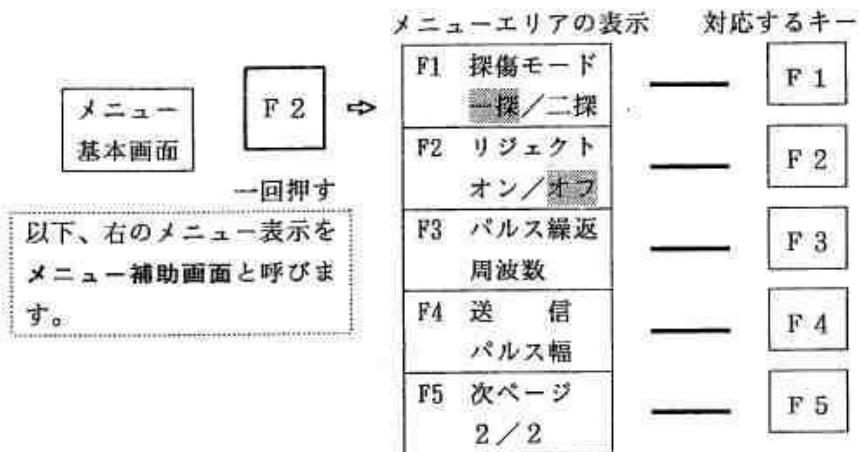

図 6.2.2 補助機能の構成 (1/3 ページの例)
- ① メニュー基本画面の【補助メニュー】に対応する F 2 キーを1回押すと、図 6.2.2に示したメニュー補助画面がメニュー表示エリアに表示されます。